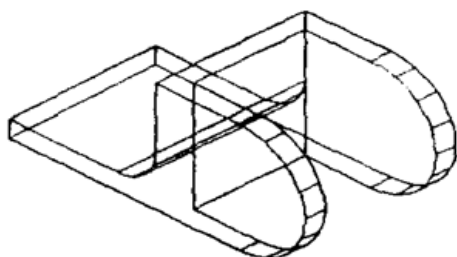

Рис.3 Выдавленная Полилиния и Ящик после вычитания
- 8) При помощи команды «Вычитание» вычитите «Ящик» из выдавленного объекта (рис.3).